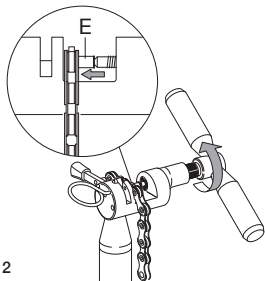

Fig.12
- Imprimendo una forza omogenea, avviate l'utensile (Fig. 12) finché la bussola ULTRA-LINK 5-CN-SR700 (E) non sia completamente entrata nello spessore della catena.